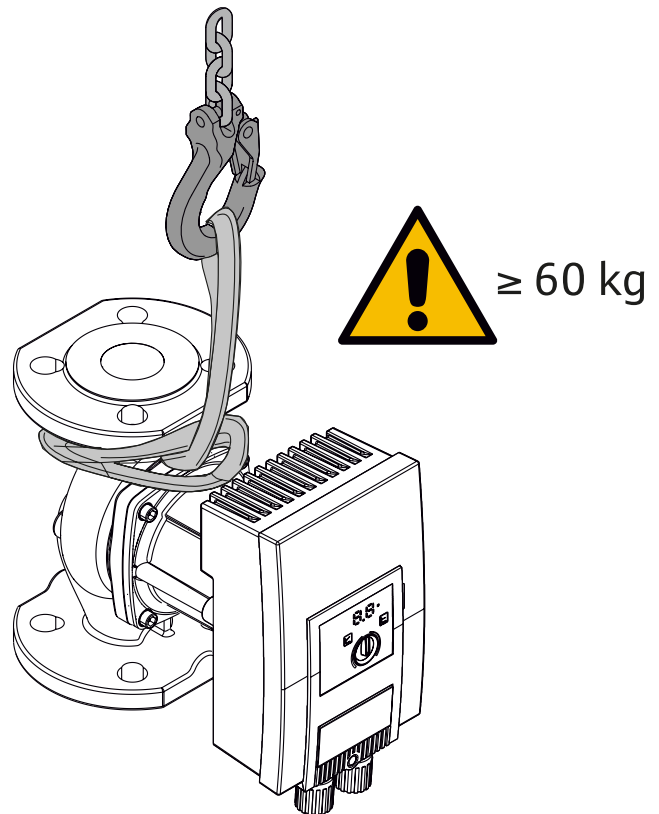

Fig. 3: Транспортировка
- Переносить только за электродвигатель или корпус насоса → Fig. 3.